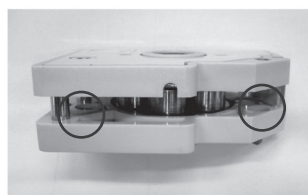
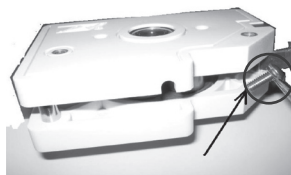

図1
図2
- 3 取付け穴は、ポンプヘッド下部の後板に左右2ヶ所あります（図1）。ポンプヘッドからカートリッジを取り外します。とめネジ（六角穴付ねじ）をポンプヘッドの前板と後板の間から差し入れて、**後板**にある取付け穴にとめネジを通します（図2、3）。